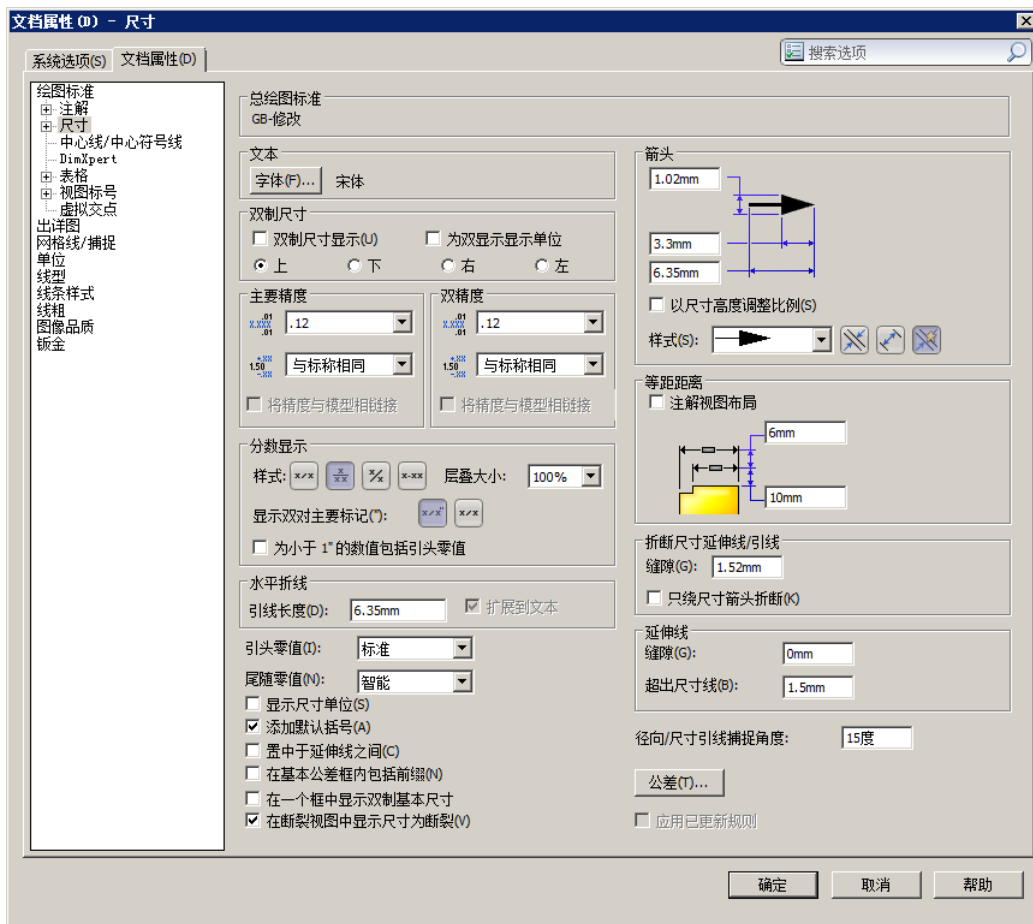

图 6.1.19 “文档属性 (D) — 尺寸” 对话框
Step3. 在 **文档属性(D)** 选项卡的左侧选择 **尺寸** 选项, 在“文档属性 (D) — 尺寸”对话框中进行图 6.1.19 所示的设置。